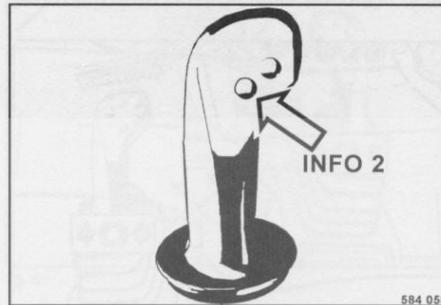

fig. 59
- Appuyer sur la touche Info 2 (fig. 59).